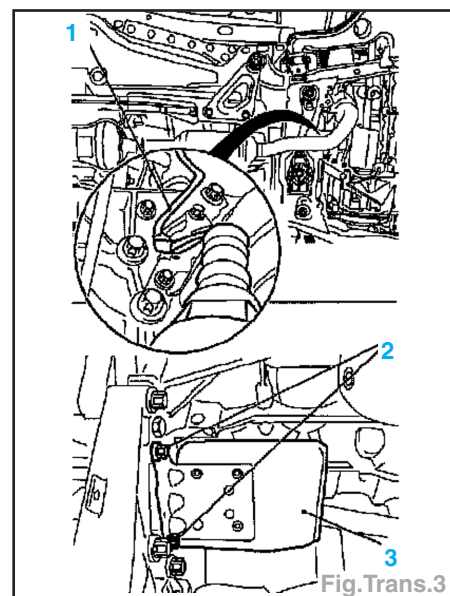

Fig.Trans.3
déposer la tôle calorifuge (3) de l'arbre d'essieu, les vis de fixation (2) et retirer la tôle calorifuge (Fig.Trans.3).